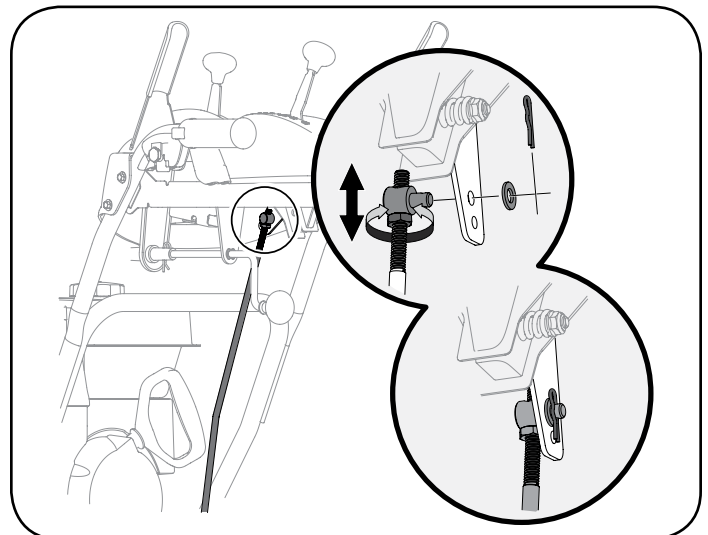

Figura 50
2. Extraiga el pasador de chaveta (a) y la arandela (b) de la férula de ajuste de la varilla de cambios y extráigala de la palanca de cambios. Consulte la Figura 50.
4. Gire la férula hacia arriba o hacia abajo en la varilla de cambios según sea necesario hasta que quede alineada con el orificio superior de la palanca de cambios. Consulte el recuadro de la Figura 50.